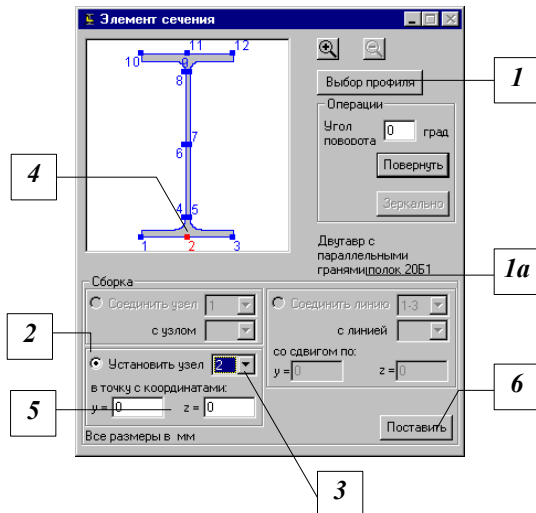

Рис. 45. Последовательность операций при установке первого элемента сечения
- назначить в окне **Элемент сечения** (рис. 45) с помощью кнопки **Выбор профиля** [1] первый элемент конструируемого сечения, например двутавр 20Б1 [1a];